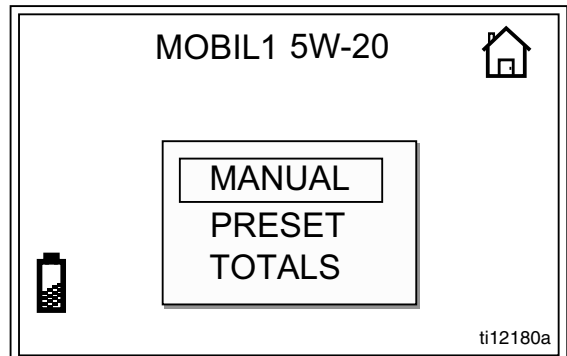

FIG. 20
1. Desde la pantalla de INICIO, utilice las FLECHAS ARRIBA o ABAJO para seleccionar MANUAL (FIG. 20).